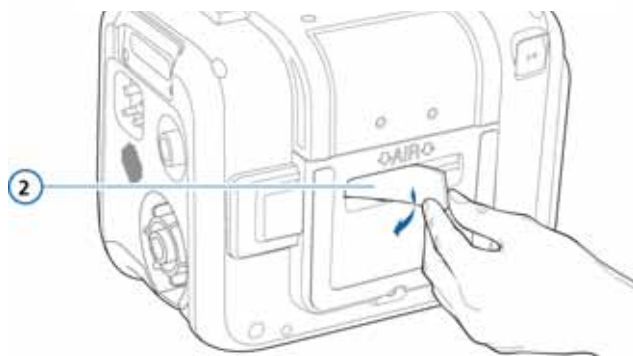

Рисунок 10-2. Извлечение впускного воздушного фильтра (1)
7. Установите новый впускной воздушный фильтр-пылеотделитель (рис. 10-2) или промойте уже используемый неконцентрированным мыльным раствором,